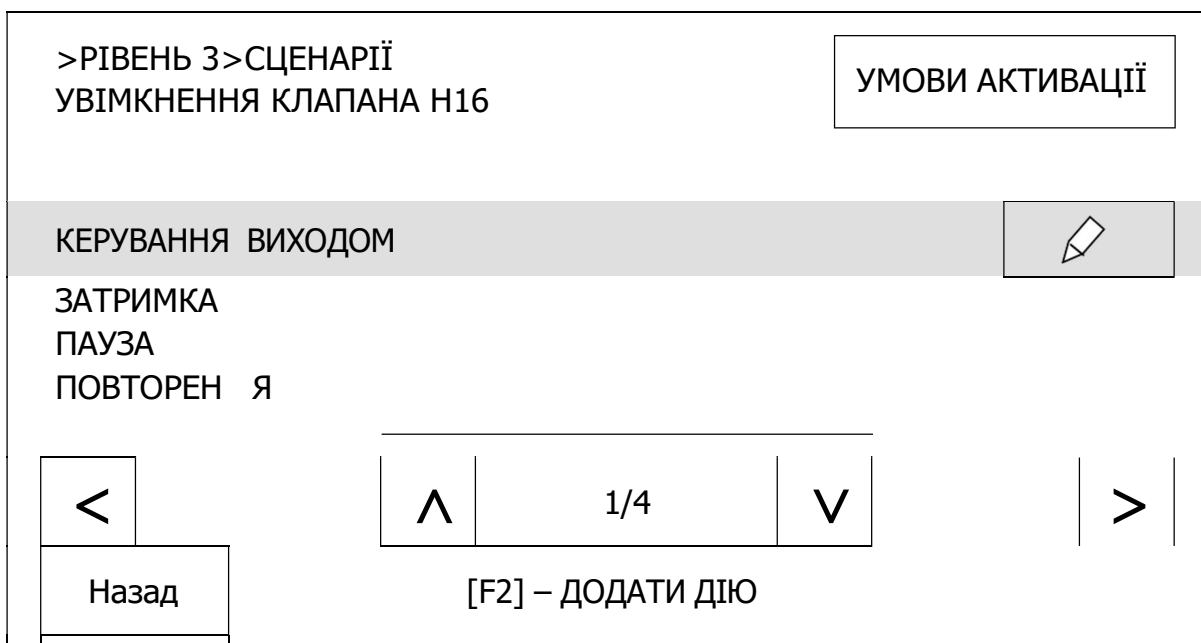
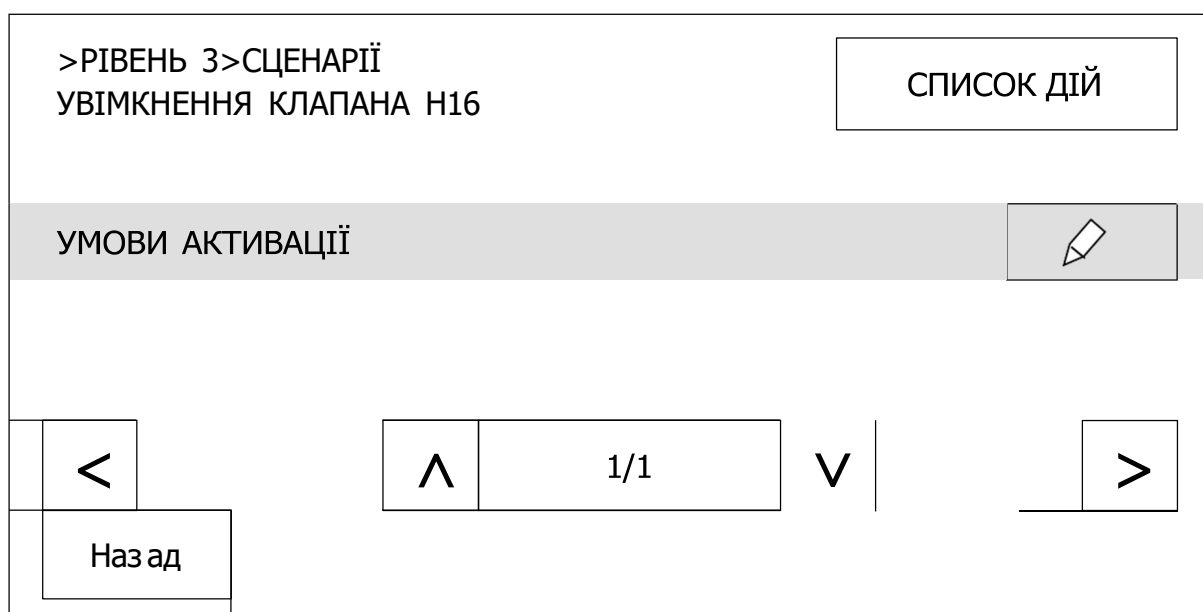
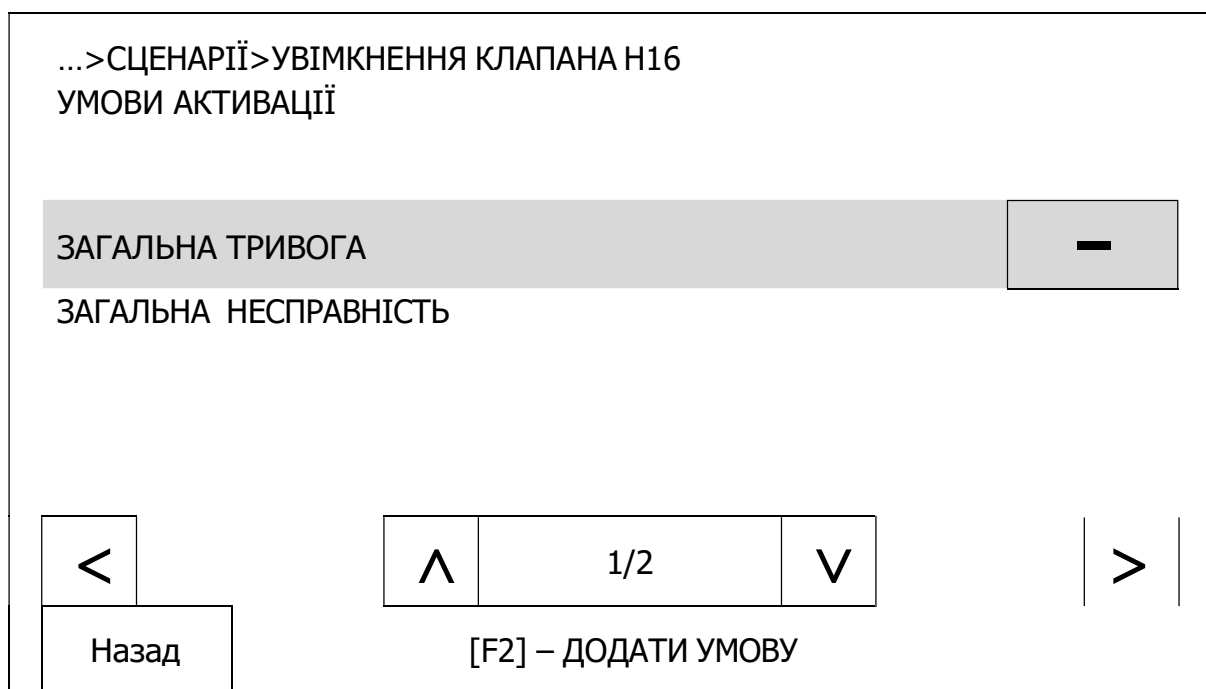

Рисунок 10.19.3 - Список дій в сценарії
Рисунок 10.19.4 - Перехід до налаштування умов виконання дії
Рисунок 10.19.5 - Перелік умов початку виконання дії
Щоб вибрати чергову дію в сценарії, необхідно доторкнутися до відповідного поля, або, якщо потрібно вийти зі списку без вибору, доторкнутися до кнопки вгорі справа у вікні. На рис. 10.19.3 показаний приклад відображення переліку дій в сценарії.
10.19.2.2 Якщо на рис. 10.19.3 у виділеному рядку з дією доторкнутися до кнопки [], відкривається вікно налаштувань параметрів цієї дії:
10.19.3.1 Після створення переліку дій в сценарій необхідно додати умови для його виконання. У вікні рис. 10.19.3 необхідно доторкнутися до кнопки [УМОВИ АКТИВАЦІЇ]. Результат зображений на рис. 10.19.4.
Якщо доторкнутися до кнопки [✎] у виділеному рядку (рис. 10.19.4), то відкривається вікно загальних налаштувань умов активації сценарію:
- тип логіки – «АБО» (за замовчуванням) та «І». Якщо вибрана логіка «АБО», то сценарій активується при існуванні будь-якої з умов зі списку (рис. 10.19.5), якщо вибрана логіка «І», то сценарій активується тільки при існуванні всіх умов зі списку;
10.19.3.2 Якщо у вікні рис. 10.19.4 доторкнутися до кнопки виділеного рядка «УМОВИ АКТИВАЦІЇ», відкривається вікно рис.10.19.5, в якому формують перелік умов активації сценарію. За замовчування в переліку жодної умови немає. Для додавання умов в перелік необхідно натиснути кнопку F2 на передній панелі ППКП (виконати дію [F2 – додати умову]).
Деякі з умов передбачають попереднє налаштування параметрів. Для переходу до налаштування умови потрібно в переліку (рис. 10.19.5) виділити потрібний рядок і доторкнутися до нього.